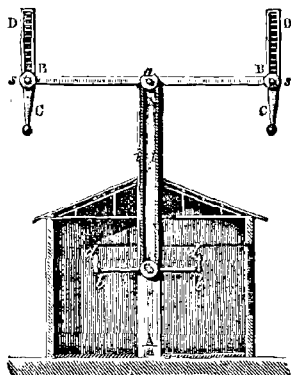

Fig. 136.
3. Une ligne établie d'après le système de Chappe se composait d'une suite de postes, placés sur des lieux élevés et distants de 12 à 15 kilomètres. De chaque poste (*fig. 136*), on voyait très-distinctement, à l'aide de longues-vues, celui qui précédait et celui qui suivait. Chacun d'eux était surmonté d'un mât A, haut de 4 à 5 mètres, à l'extrémité duquel se trouvait un fléau BB mobile,